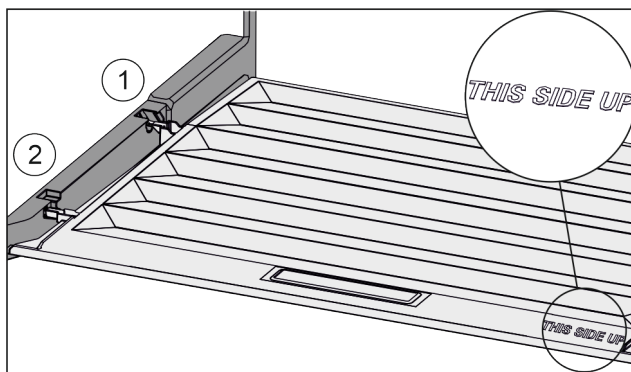

Fig. 108
- ▶ Introduceți nervura capacului prin orificiul suportului posterior Fig. 108 (1) și înclichetați-l în față în suport Fig. 108 (2).